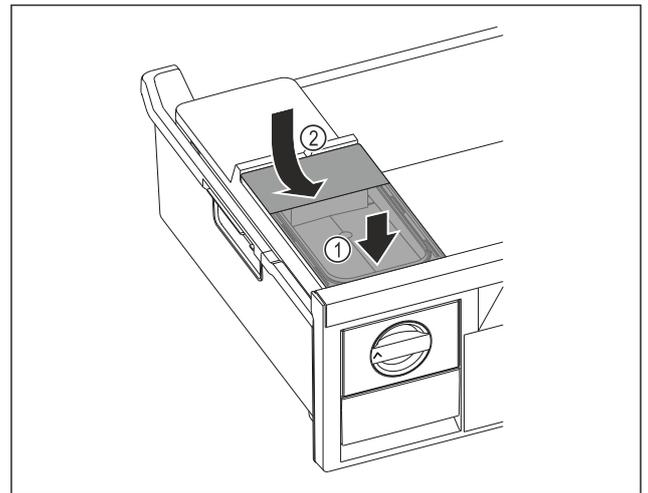

Fig. 68
- ▶ Wassertank vorne ansetzen. Fig. 68 (1)
- ▶ Wassertank hinten absenken. Fig. 68 (2)